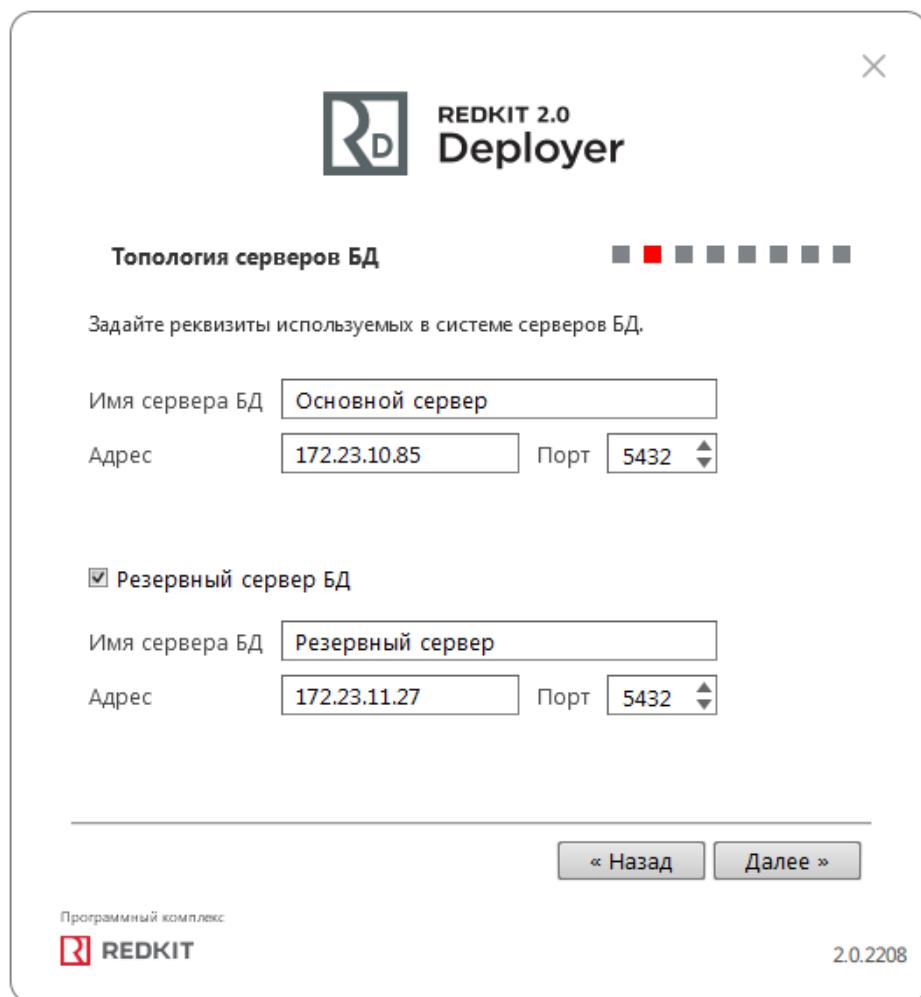

Рисунок 13 - Топология серверов БД
5. Укажите реквизиты серверов БД: имя серверов БД (длина имени БД ограничена 16 символами), IP-адреса основного и резервного серверов. Порты должны соответствовать тем портам, на которых запускается postgres. Нажмите **Далее** (Рисунок 13).